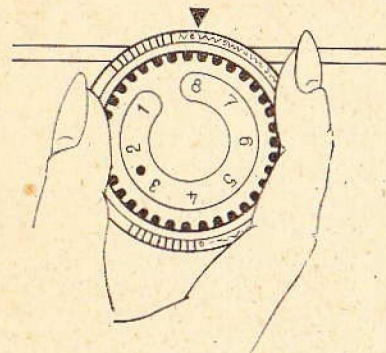

Abb. 25 Obr. 25 25. ábra
19. Die Nähprogramme (Abb. 25 + 26) ★ Nastavení šicího programu (Obr. 25 + 26) ★ A varrásprogramok (25. + 26. ábrák)